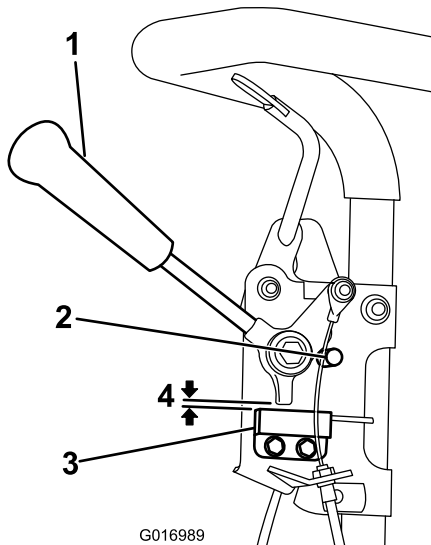

Bild 29
1. Stellen Sie sicher, dass der Motor abgestellt und der Fahrtriebshebel ausgekuppelt ist und den Neutralanschlag berührt (Bild 29).
2. Lösen Sie die Befestigungsschrauben des Sicherheitsschalters (Bild 29).
3. Legen Sie eine 0,8 mm dicke Beilagscheibe zwischen den Fahrtriebshebel und den Sicherheitsschalter (Bild 29).